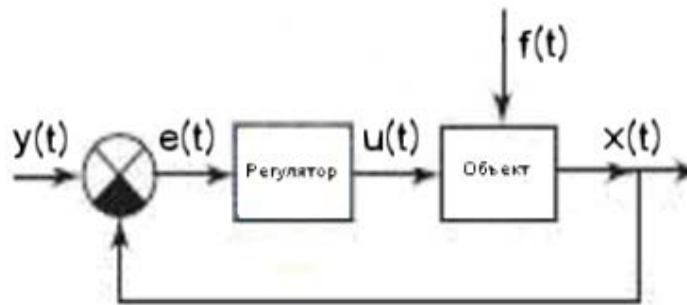

Рис. 1. Одноконтурная АСР
2. Дана одноконтурная АСР (рис. 1), для которой заданы дифференциальные уравнения: